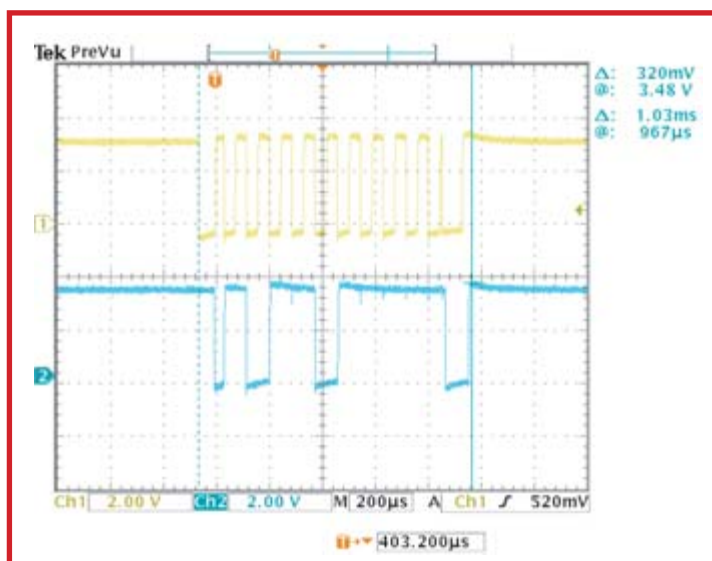

Figura 2. Un bloque de datos transmitidos desde el receptor hasta el dispositivo.
la señal de reloj a nivel alto. Como resultado de todo esto, el dispositivo sabe que el elemento receptor ("host") va a comenzar a transmitir datos. En respuesta a esto, el dispositivo PS/2 genera una señal de reloj. Seguidamente, el "host" envía un bit de datos con cada pulso de reloj. Esta comunicación comienza con un bit de inicio (0) seguido por ocho bits de datos. Estos bits de datos se envían también comenzando por el bit menos significativo. El siguiente bit es un bit de paridad (impar). Por último, el "host" envía un bit de parada (1), pero la sesión de comunicación no se ha completado aún. La acción final es que el dispositivo PS/2 envía un 0 como reconocimiento (ACK) de que el dato ha sido recibido de forma correcta (ver **Figura 2**).